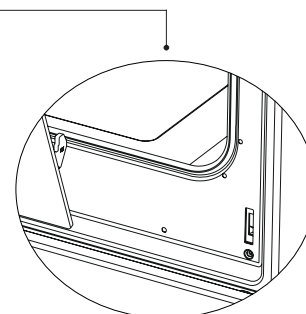

Figure 21.2
4. Pour retirer la porte du four, lorsqu'elle est presque fermée, tirez-la vers le haut en la tenant des deux mains pour la séparer (comme sur la Figure 21.2).